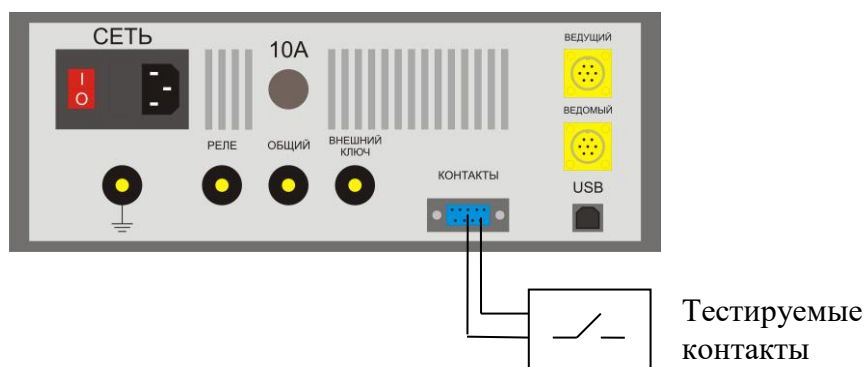

Рис. 5.2.5 Схема соединения прибора для режима запуска по нажатию кнопки “Пуск”
5.2.3.3. Запуск процесса измерений по нажатию кнопки “Пуск”. В этом режиме процесс измерений запускается при нажатии на кнопку 8 (рис. 5.1.1). Схема соединения прибора с тестируемой контактной группой для данного режима работы представлена на рис. 5.2.5.